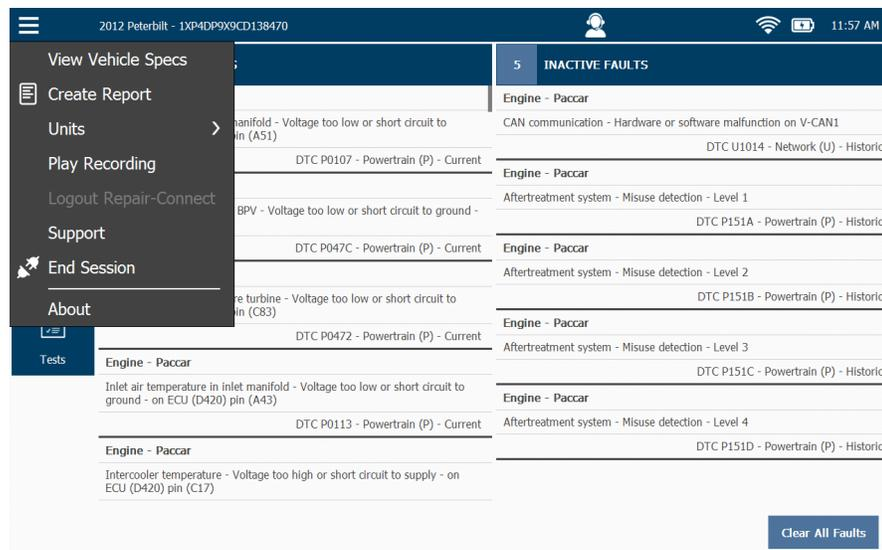

Figure 4.39 Menu Diagnostics
- 4 Touchez la **flèche arrière** en bas de l'écran pour retourner au menu Diagnostics (Figure 4.39).